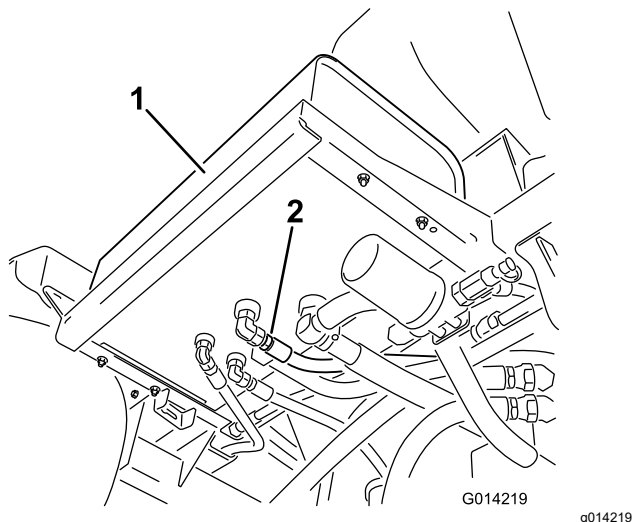

Figura 108
2. Pulite l'area attorno a un raccordo del flessibile idraulico sulla parte inferiore del serbatoio del fluido idraulico (Figura 108).
4. Rimuovete il raccordo del flessibile dal serbatoio, lasciando spurgare il fluido nella bacinella (Figura 108).